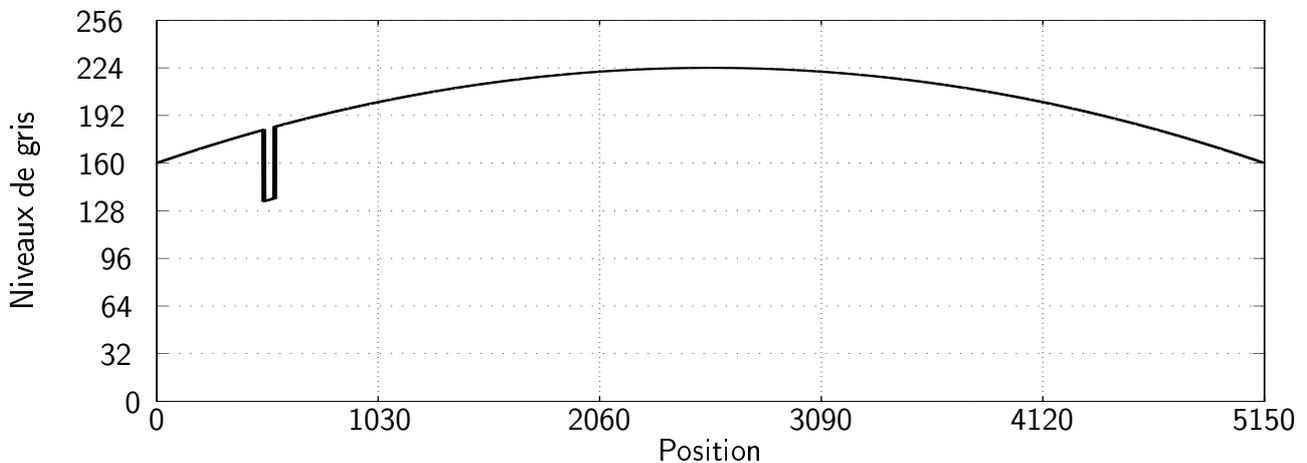

Figure 5 – Image ligne avec marquage.
Nous supposons dans un premier temps que la source d'éclairage est une source halogène. L'image de la figure 5 représente une ligne avec un marquage localisant la présence d'un défaut. Les images acquises
4) Expliquer le phénomène observé sur l'image ligne de la figure 5 et ses origines.
5) En choisissant correctement votre seuil pour détecter le marquage, représentez le résultat de la binarisation sur l'image ligne de la figure 5. Connaissant la taille minimale d'un marquage, comment peut-on alerter l'opérateur en conséquence ?